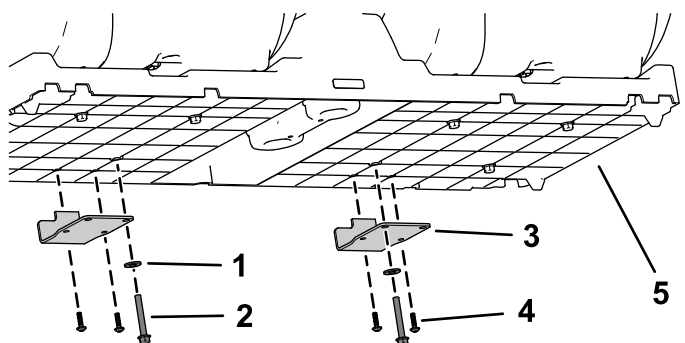

Figura 8
1. Instale os 2 suportes da dobradiça do banco no conjunto da base do banco utilizando os 4 parafusos de cabeça torx previamente removidos, 2 parafusos de cabeça flangeada e 2 anilhas (Figura 8).